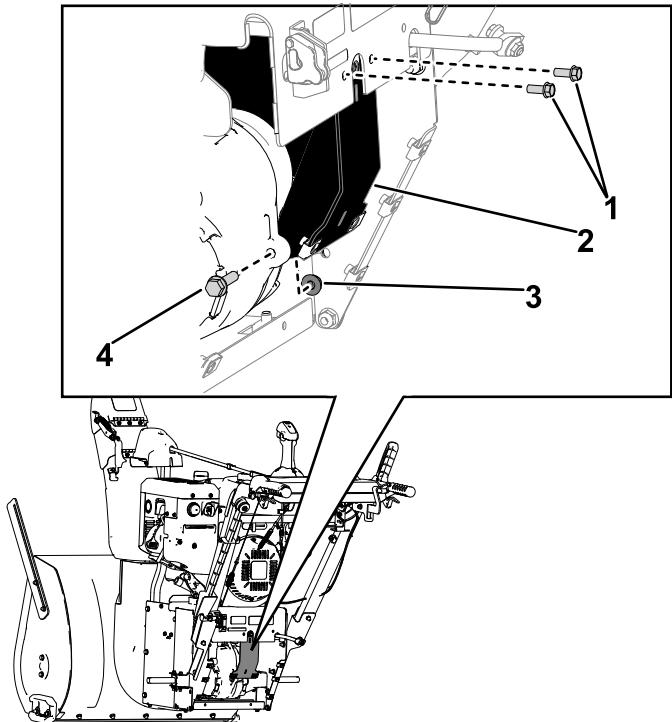

Рисунок 16
В. Прикрепите нижнюю часть опоры гидростатического привода к гидростатическому приводу с помощью сохраненного болта (5/16 x 1¼ дюйма) и контргайки (5/16 дюйма) (Рисунок 16).
- Заверните 2 винта (¼ x 5/8 дюйма), которые крепят опоры гидростатического привода к верхней пластине (Рисунок 16).